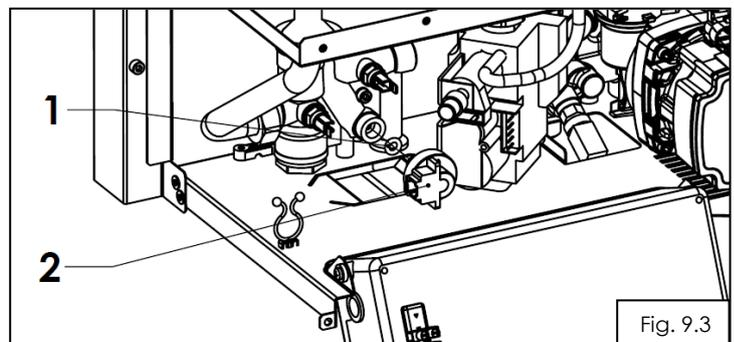

Fig. 9.3
Inlocuirea senzorului de presiune (2) fig.9.3 presupune urmatoarele operatii:
- se deconecteaza senzorul de presiune (2);